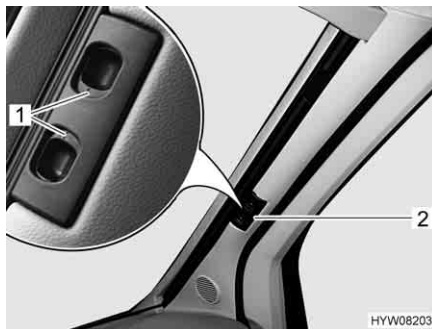

Fig. 76 Estor plegable para la luna delantera
- Presionar los tiradores de desbloqueo (Fig. 76,1) y mantenerlos presionados.
- Tirar el estor plegable para la luna delantera del tirador (Fig. 76,2) hacia el centro de la ventana.
- Empujar ambas mitades del estor plegable para la luna delantera en el tirador (Fig. 76,2) hacia afuera, hasta el tope. Al hacerlo, subir el tirador a la altura de la escotadura de bloqueo.
- Soltar los tiradores de desbloqueo (Fig. 76,1) y dejar que engatillen.